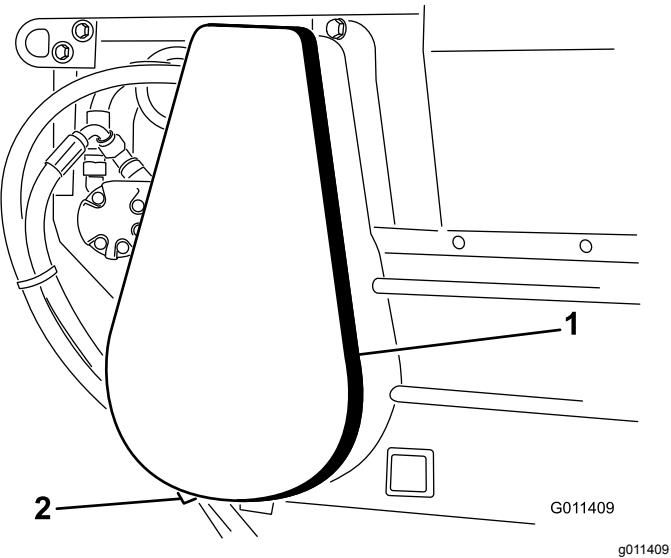

Figura 24
1. Togliete il gruppo di copertura della cinghia e il distanziale (Figura 24).